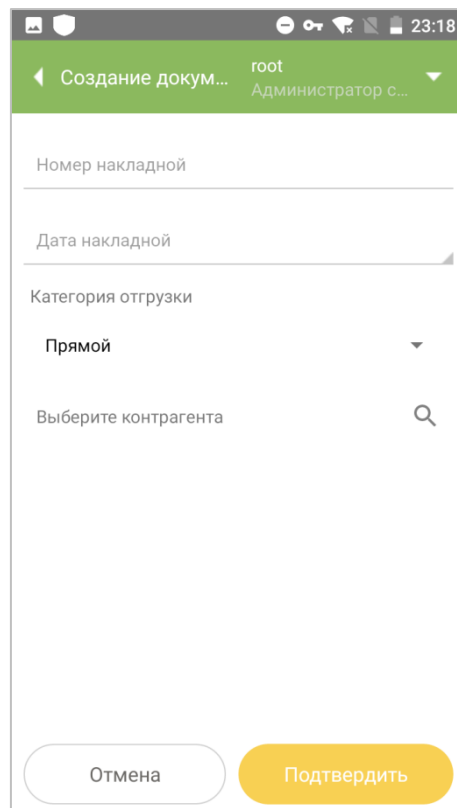

Рисунок 8.15
- 3.1. Откроется окно «Создание документа» (Рисунок 8.15). Указать номер и дату сопроводительного документа. Из выпадающего списка выбрать тип подтверждения выполнения операции отгрузки (Рисунок 8.16):